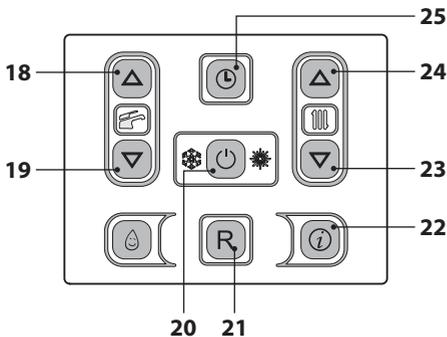

Figura 2.5
Entre en la "modalidad programación" manteniendo pulsado durante 5 segundos el botón 25 (Figura 2.5) hasta que aparezca en el display el símbolo ⌚.
Usando los botones 23 (reducción) y 24 (aumento) Figura 2.5 se pueden definir los valores de hora, día y fecha; usando los botones 18 y 19 se puede pasar de un parámetro a otro.
- Mantenga pulsado durante 2 segundos el botón 20 hasta que aparezcan en el display los símbolos  y  Figura 2.5.